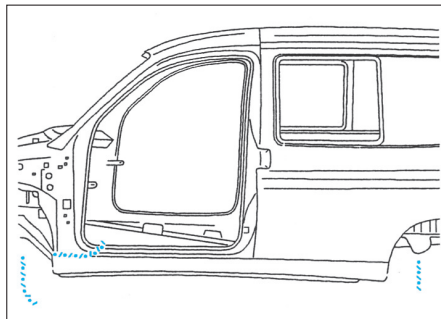

FIG. 66
- Appliquer un mastic à lisser au pinceau (Fig.66).